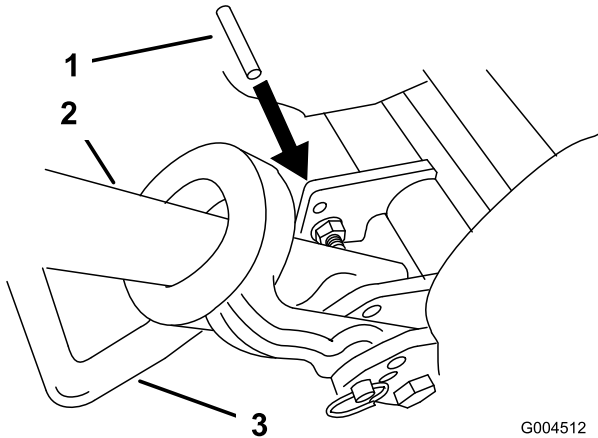

Figura 51
2. Baje el soporte de pie. Inserte un pasador o similar de 6,4 mm de diámetro en el taladro del bastidor situado por encima del perno de montaje del soporte de pie (Figura 51).